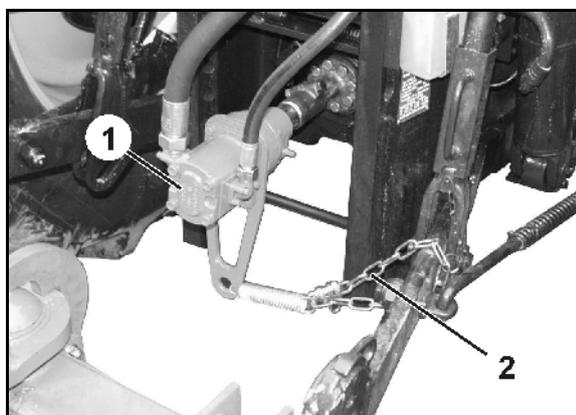

Fig. 73
Acoplar la bomba de inserción hidráulica (Fig. 73/1):
3. Asegurar la bomba de inserción hidráulica colgando la cadena (Fig. 73/2) contra cualquier arrastre.